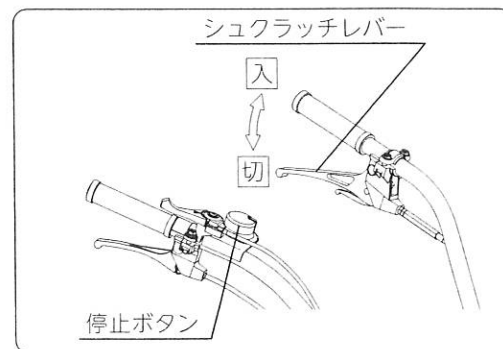

図12
- ① 主クラッチレバーを「切」位置にして、停止します。(図12)
- ② スロットルレバーを「低速」位置に戻します。
- ③ 停止ボタンを押してエンジンを停止します。(図12)